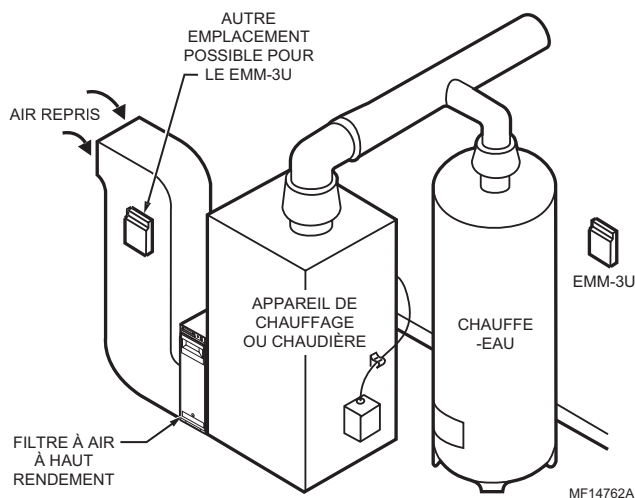

Fig. 2. Emplacement de montage du EMM-3U.
3. Installer le tableau de régulation par zones EMM-3U près du matériel de CVCA; le placer sur un mur ou sur une conduite de reprise d'air froid. Voir la Fig. 2.